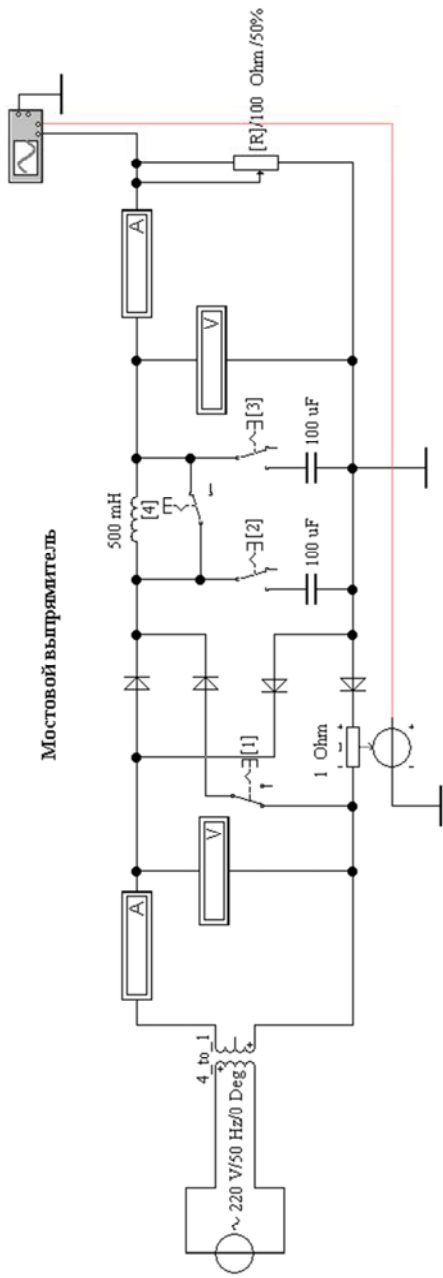

Рис. 16.9. Однофазный мостовой выпрямитель (файл lab4.ewb)
9. Исследовать мостовой выпрямитель с разными сглаживающими фильтрами (файл **rect\_3.ewb**, рис. 16.9). Проверить основные соотношения для данной схемы выпрямления по Приложению 5 [3].